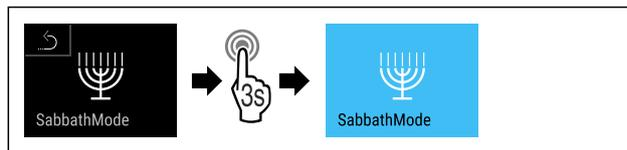

Fig. 13
- ▶ Suivre les étapes (voir Fig. 13).